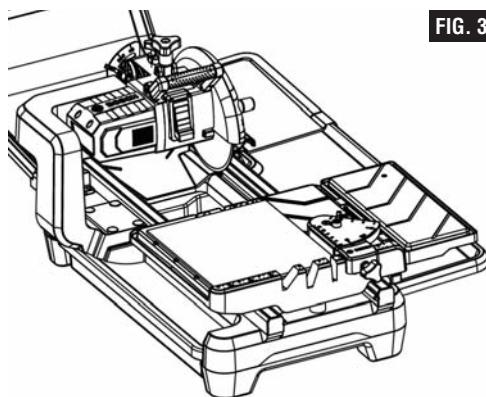

FIG. 33
6. Con las manos colocadas firmemente sobre el tope-guía y la baldosa al mismo tiempo, mueva suavemente la mesa de trabajo deslizante hacia la hoja para hacer avanzar lentamente la baldosa hacia hoja. Continúe empujando hasta que la hoja corte completamente a través de la baldosa (Fig. 33).